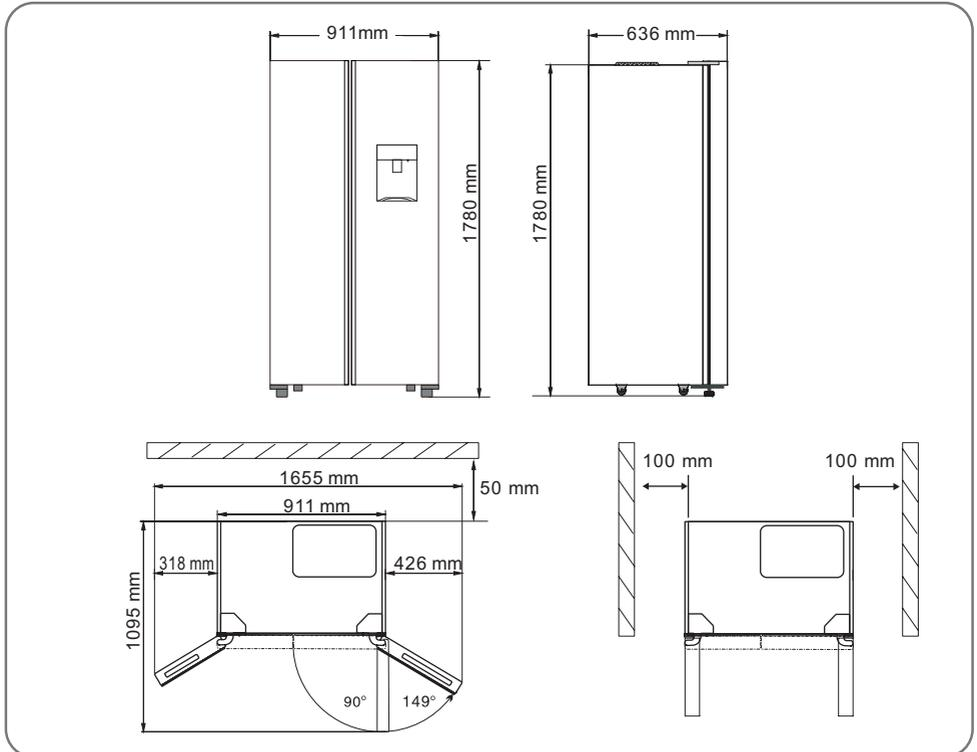

Abb. 5.1
**WICHTIGER HINWEIS:** Vermeiden Sie es, den Kühlschrank zu nahe an der Wand aufzustellen, um unerwünschte Geräusche oder ein Schwarzwerden der Oberflächen zu vermeiden, beachten Sie die Anweisungen in (Abb.5.1).
Unzureichender Belüftungsfreiraum.	Vergewissern Sie sich, dass um den Kühlschrank herum ausreichend Freiraum für die Belüftung vorhanden ist. Befolgen Sie die Anweisungen in (Abb.5.1).
Der Kühlschrank berührt die Wand.	Bewegen Sie den Kühlschrank von der Wand weg, folgen Sie den Anweisungen in (Abb.5.1).